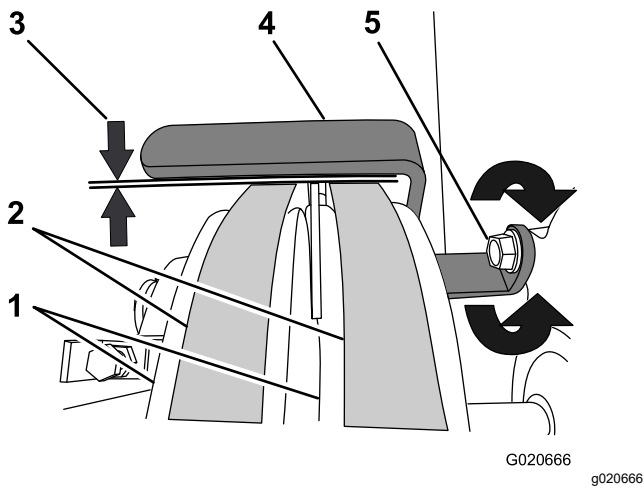

Figure 39
3. Vérifiez que le guide et les courroies sont espacés de 2,5 à 4 mm (3/32 à 5/32 po); voir Figure 39.
- A. Desserrez l'écrou qui fixe le guide de courroies au moteur (Figure 39).
- B. Tournez le guide des courroies vers le haut ou le bas jusqu'à ce que vous obteniez un écartement de 2,5 à 4 mm (3/32 à 5/32 po) entre le guide et chaque courroie (Figure 39).
- C. Serrez l'écrou qui fixe le guide de courroies au moteur (Figure 39).